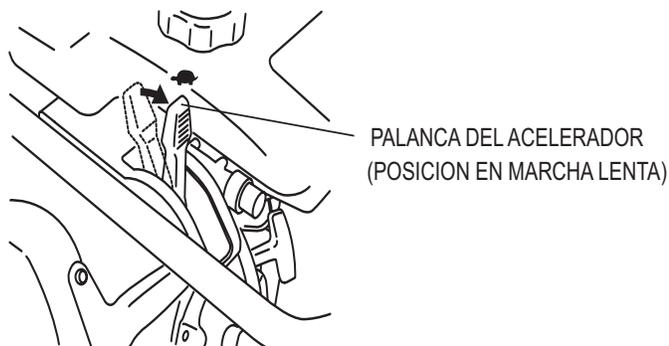

Figura 5. Palanca del acelerador (Posición en marcha lenta)
1. Deslice la palanca del acelerador de la posición de detener a la posición de marcha lenta (🐢) (Figura 5). Esta abre la válvula de combustible y el circuito eléctrico del motor es encendido automáticamente.